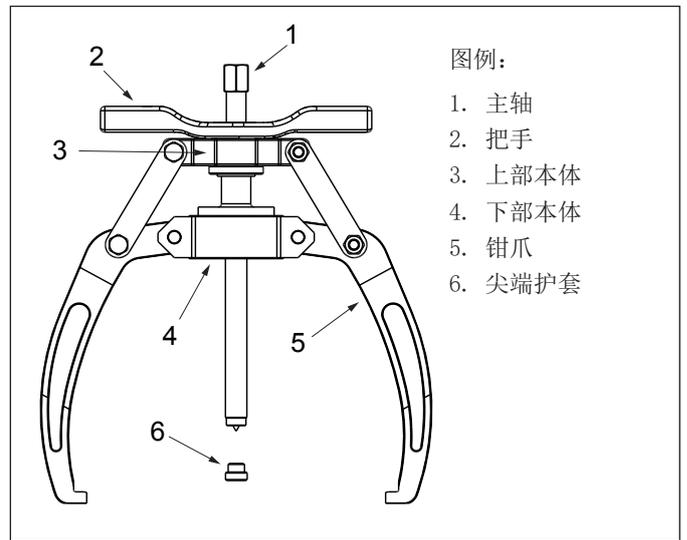
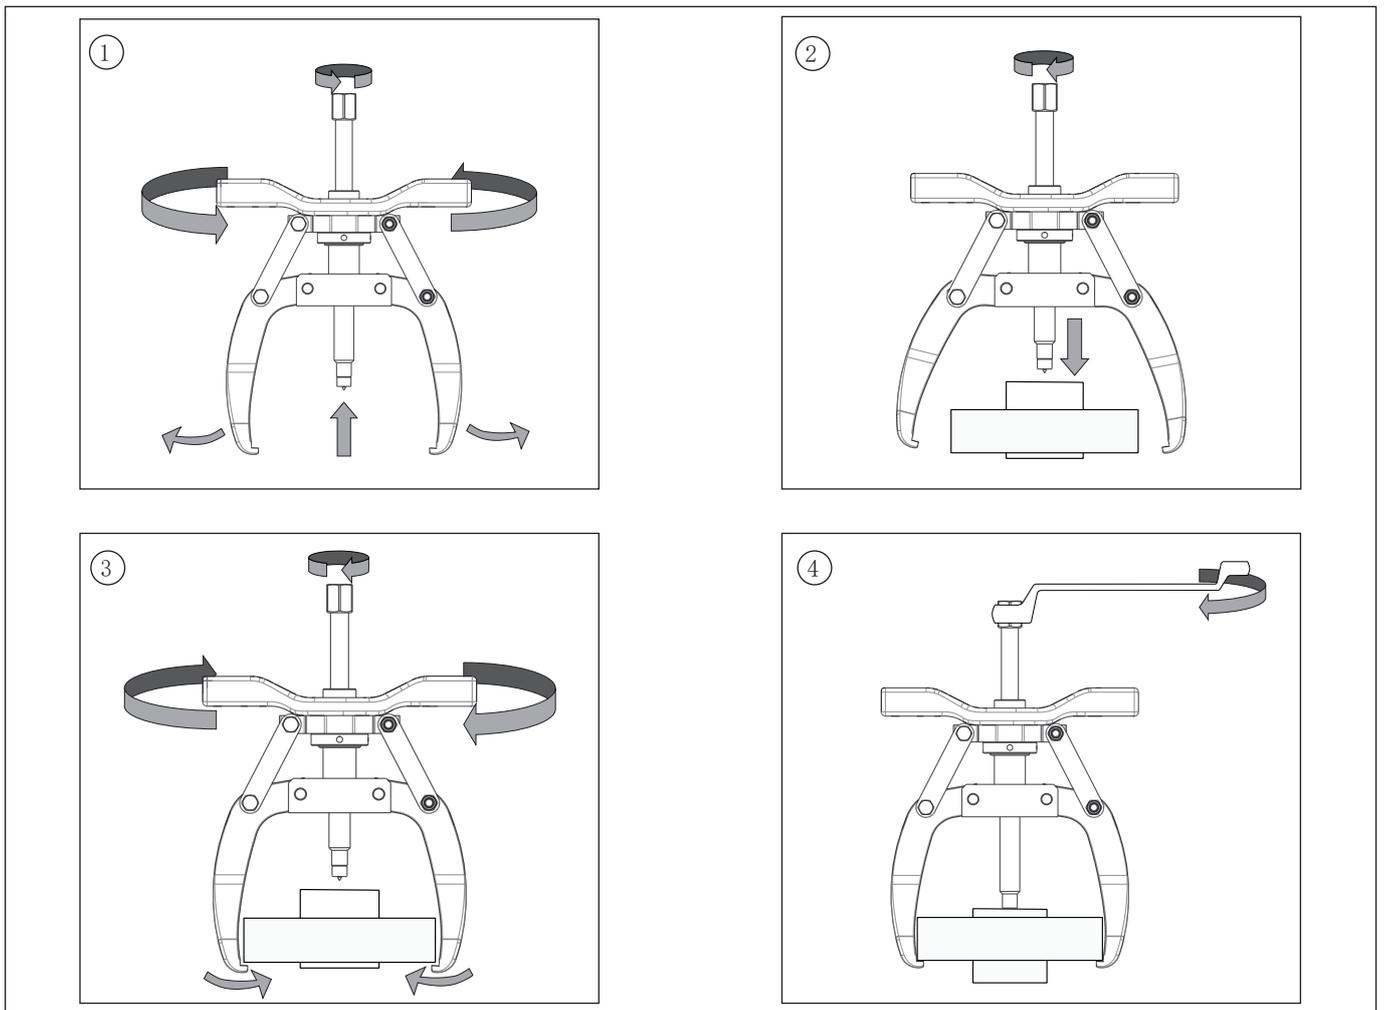
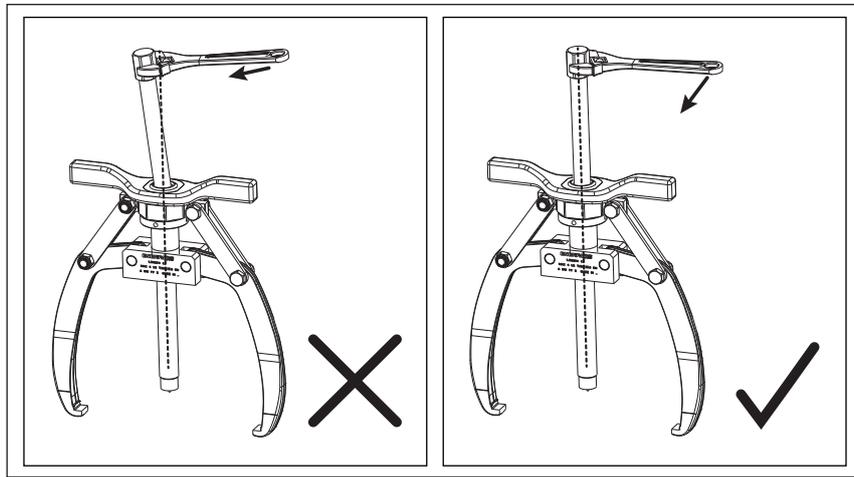

图 1， 功能和主要组件
图 3， 拔轮器安装步骤
图 4， 主轴弯曲预防
1. 旋转主轴，向上或向下调整主轴高度。转动把手，增大或减小钳爪开度。打开钳爪，缩回主轴，以便能够将其放置在工件上。执行以下步骤时请参见图 3，图 1 到图 4。
拉动扳手，以直弧方向转动主轴。为避免导致主轴弯曲或导致拔轮器部件受力过大，转动主轴时请勿横向用力参见图 4。